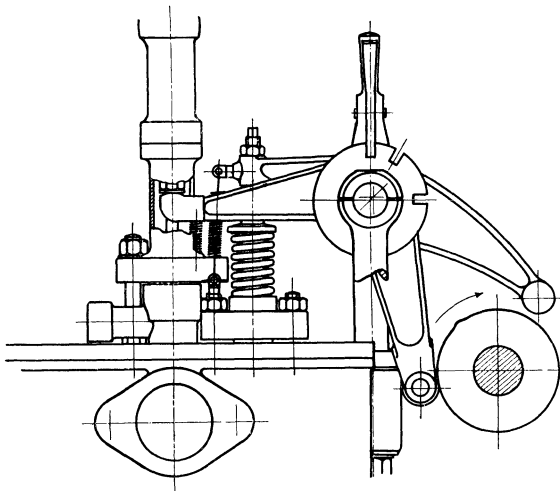

Fig. 42.
h. Sieht man, daß die Maschine die erforderliche Umlaufzahl erreicht hat (dies lehrt die Erfahrung), so ist der Ausschaltethebel in die Betriebsstellung zu bringen (Fig. 42), wodurch alsdann die Zündung beginnt.